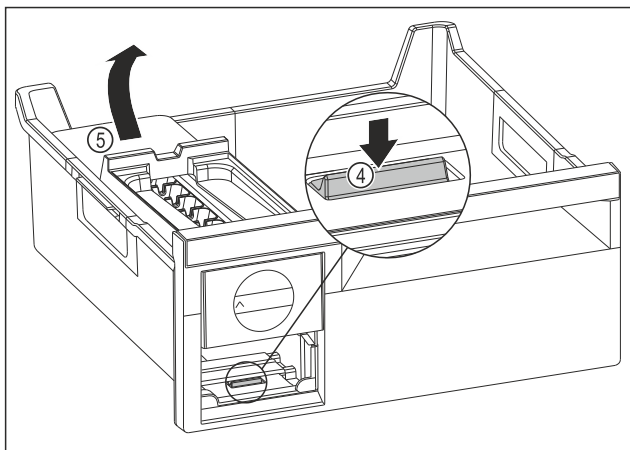

Fig. 96
- Wyjmowanie korpusu EasyTwist-Ice: Nacisnąć nakładkę Fig. 96 (4) palcem w dół i jednocześnie podnieść korpus EasyTwist-Ice Fig. 96 (5) od tyłu drugą ręką.